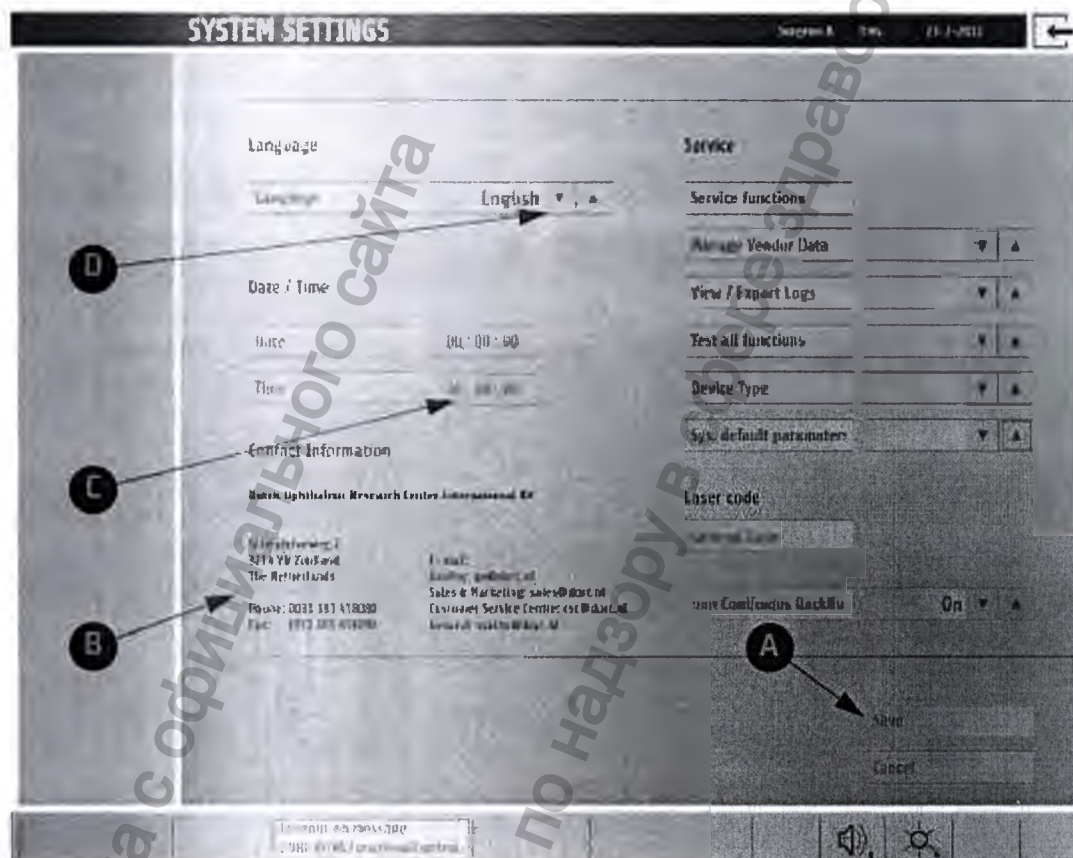

Рис. 117: Меню системных настроек
2. Подтвердите выбор во всплывающем окне, нажав на YES. Появляется экран, представленный на рис. 117.